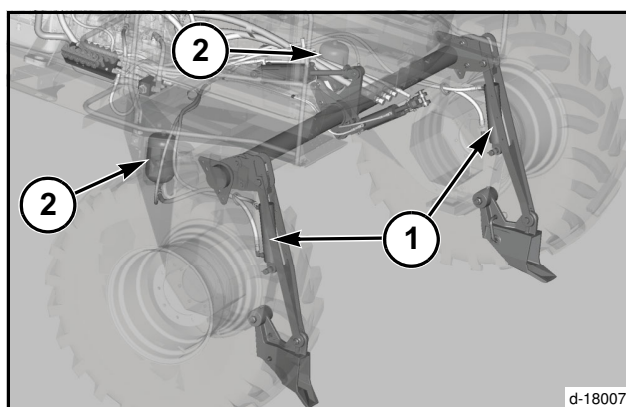

FIG. 3
FIG. 3: El peso del colector sobre los patines se controla mediante la presión de flotación sobre los cilindros de flotación (1) del tractor. La presión de flotación se mantiene a través de uno o dos acumuladores hidráulicos cargados con nitrógenos (2)